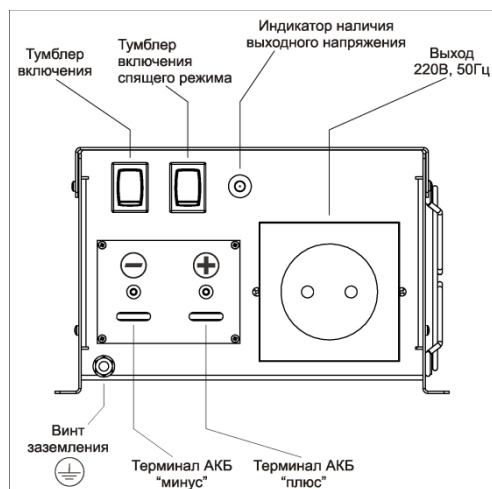

Рис. 1.
4.2. На лицевой панели инвертора расположены (см. Рис. 1):